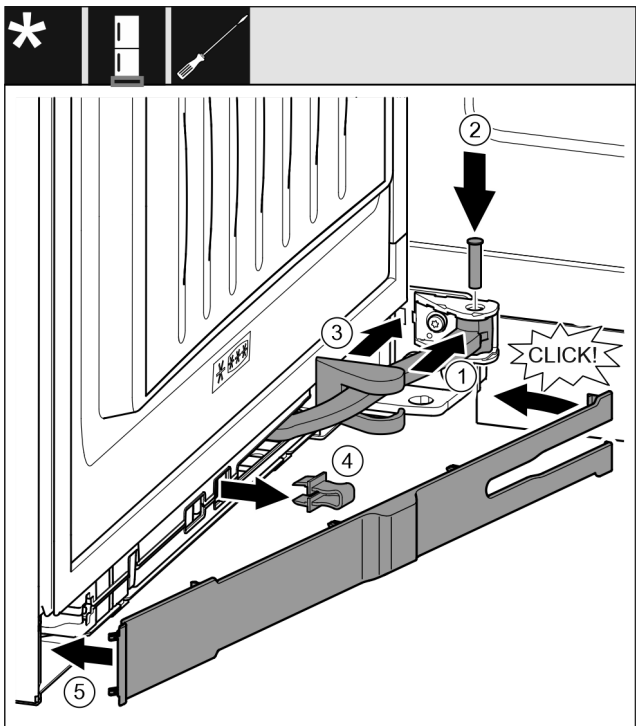

Fig. 47
- ▶ Kĺb otočte v závесе. Fig. 47 (1)
- ▶ Skrutkovačom T15 nasadte čap do závесu a kĺbu. Pritom dbajte na to, aby sa zaistovací doraz nachádzal správne v drážke. Fig. 47 (2)
- ▶ Kryt ložiskovej konzoly posuňte pozdĺž kĺbu a namontujte ho nad závес. Fig. 47 (3)
- ▶ Vyberte poistku. Fig. 47 (4)
- ▶ Kryt nasadte na strane rukoväte a priklopte. Fig. 47 (5)